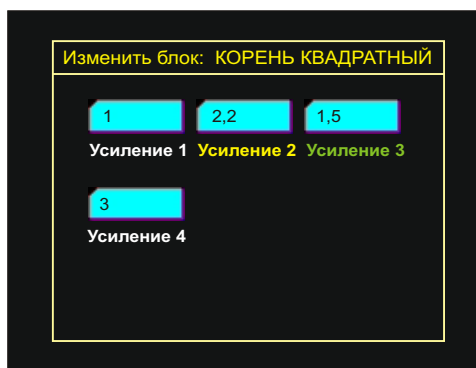

Рис. 53. Конфигуратор блока “Корень квадратный”
9.2.12 **Конфигуратор** блока содержит следующие конфигурационные окна (Рис. 53):